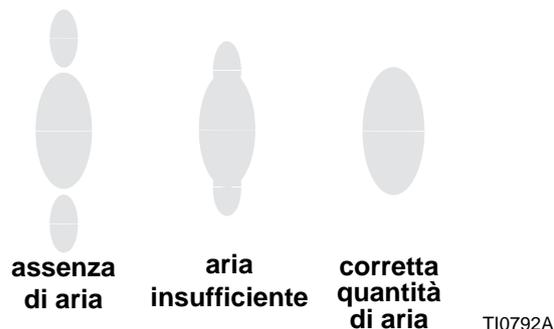

Fig. 5. Problemi di ventaglio di spruzzatura
2. Vedere FIG. 5. Impostare la pressione dell'aria di atomizzazione a circa 35 kPa (0,35 bar, 5 psi) quando attivata. Verificare la distribuzione della spruzzatura e poi aumentare lentamente la pressione dell'aria in modo che i baffi di spruzzatura siano completamente nebulizzati e concentrati nella distribuzione dello spruzzo. Non superare una pressione dell'aria alla pistola di 0,7 MPa (100 psi, 7 bar).